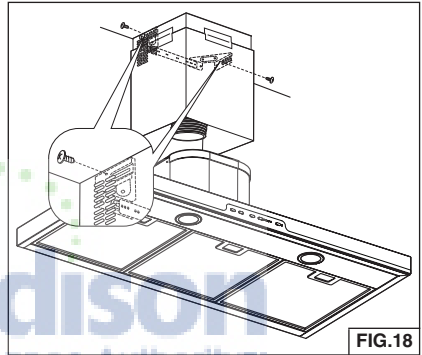

FIG.18
6. Eleve el conducto de humo a su posición. Fije el conducto de humo superior al soporte de montaje con (2) tornillos de 3.9 x 6 mm. Fig. 18.